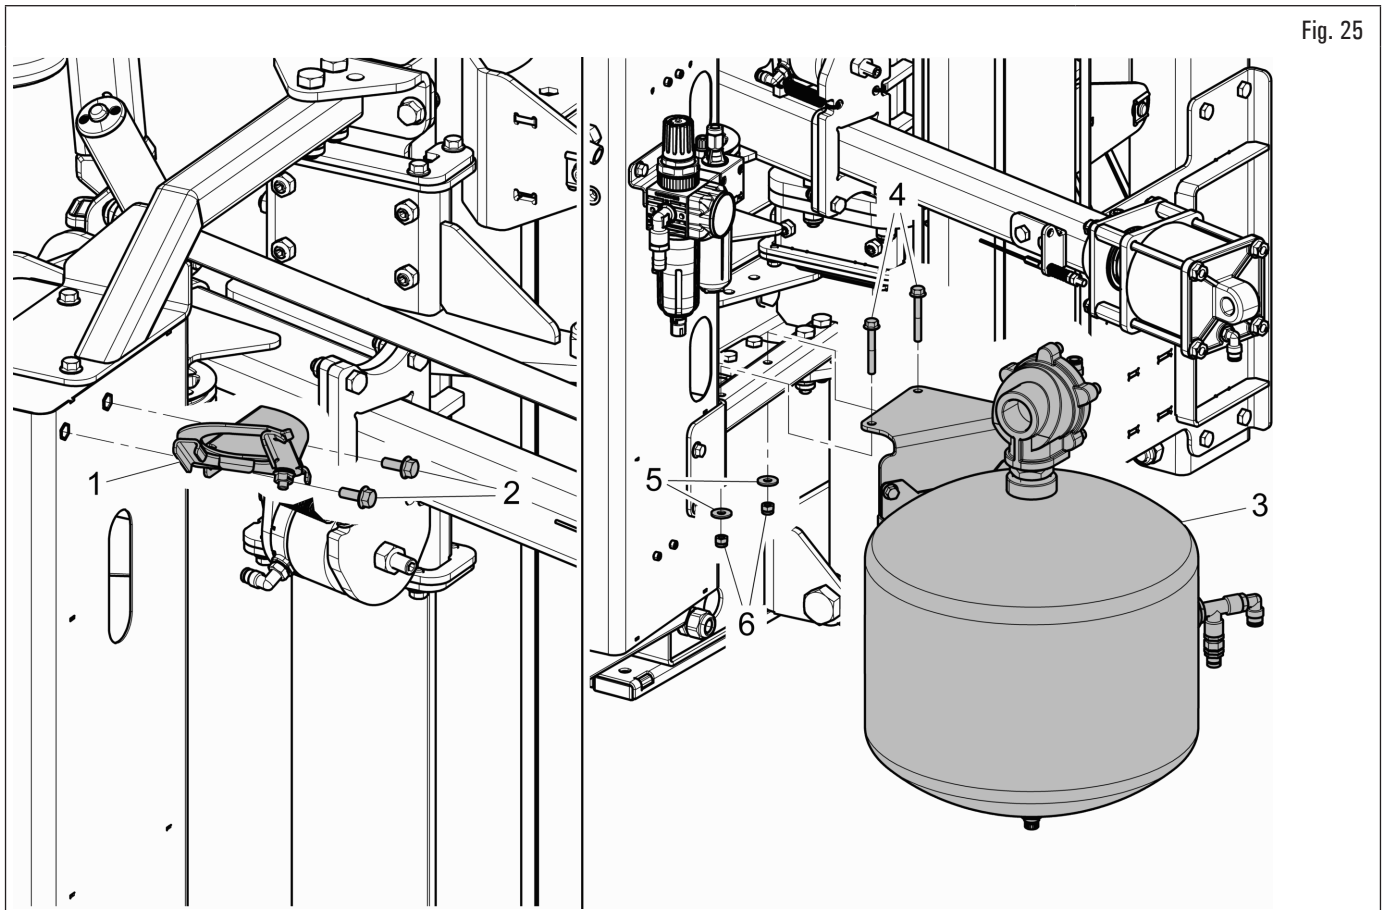

Fig. 25
1. Montez le support gonflage tubeless (Fig. 25 réf. 1) sur la partie arrière de la cuve, comme indiqué sur la Fig. 25, à l'aide des vis (Fig. 25 réf. 2). Montez le réservoir (Fig. 25 réf. 3) à la griffe en utilisant les vis (Fig. 25 réf. 4), les rondelles (Fig. 25 réf. 5) et les écrous (Fig. 25 réf. 6) fournis avec le kit de gonflage.